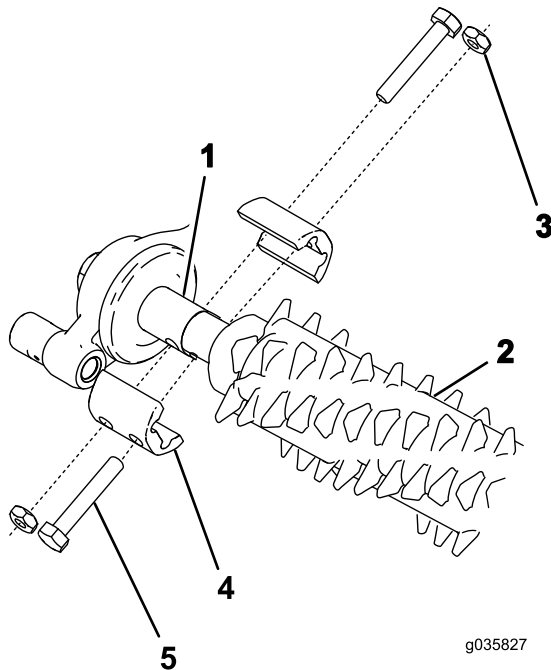

Bild 14
2. Fluchten Sie den Groomer mit den Antriebswellenstümpfen des Groomerantriebs und der Spannscheibe aus (Bild 14).
3. Befestigen Sie den Groomer mit vier Schrauben ($\frac{1}{4}$ " x $1\frac{1}{2}$ "), vier Klemmmuttern und vier Wellenklemmen an der Maschine, wie in Bild 14 abgebildet.